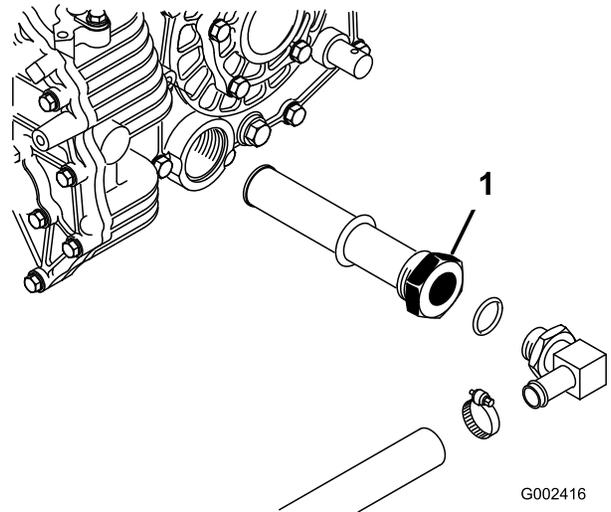

**Figura 62**
4. Retire el tapón de vaciado del lado del depósito y deje que se drene el fluido hidráulico en el recipiente (Figura 62).